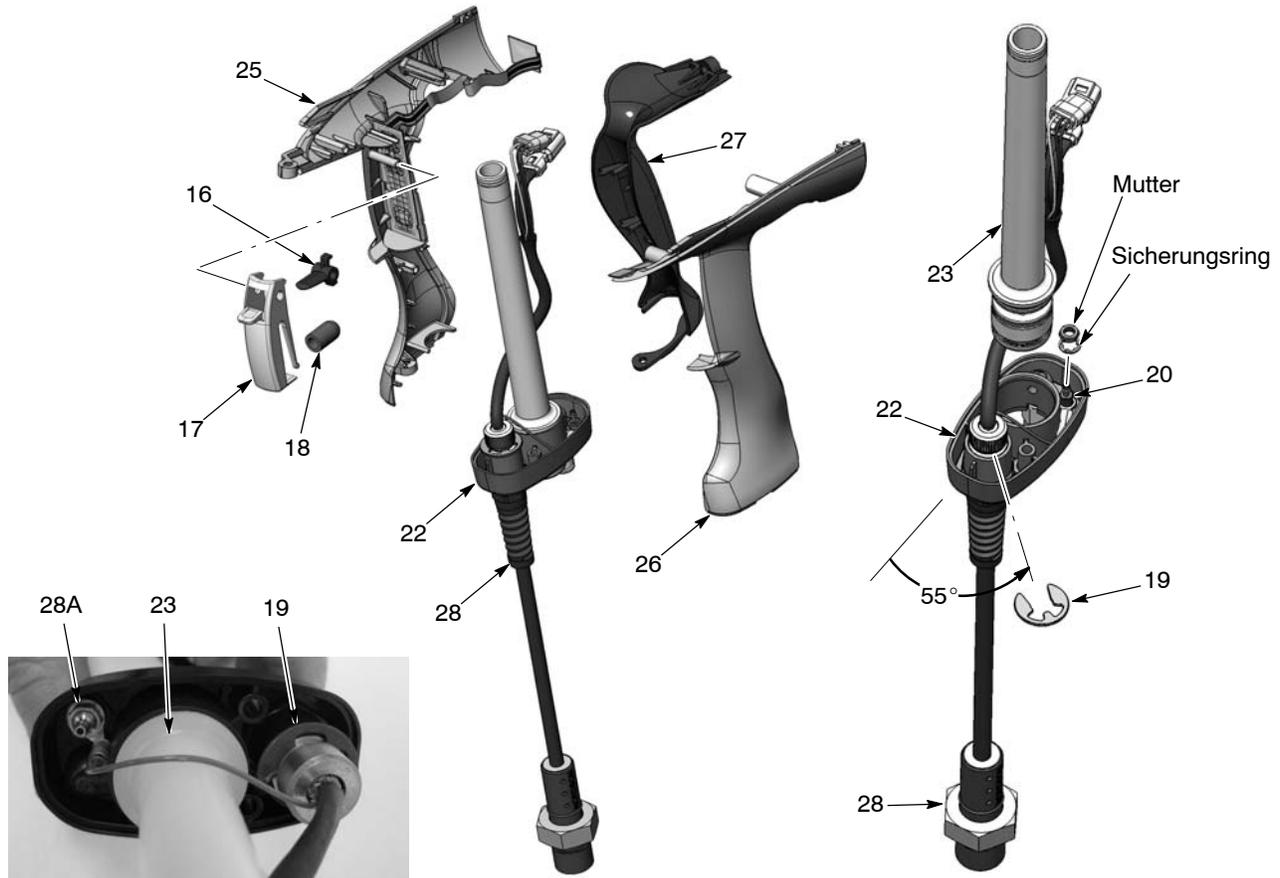

Abb. 5-9 Pistole fertig zerlegen
12. Siehe Abbildung 5-9. Rechten und linken Griff trennen (25, 26).
14. Pulvereingangrohr (23) mit einer leichten Drehbewegung von der Basis abnehmen.
15. Mit einem 1/4-Zoll Steckschlüssel die Mutter und den Sicherungsring vom Steckanschluss (20) abnehmen und den geschlossenen Kabelschuh des Erdungsleiters vom Anschluss abnehmen.
16. Vorsichtig den Haltering (19) vom Kabel abnehmen (er kann abspringen und verloren gehen), dann das Kabel (28) von der Basis abnehmen.
1. Siehe Abbildung 5-9. Das Kabel (28) durch die Griffbasis (22) führen und mit dem Haltering (19) an der Basis befestigen. Den Haltering im gezeigten Winkel positionieren.
2. Den Doppelsteckanschluss (20) in der Basis installieren und die Erdungsleiterklemme des Kabels auf den Steckanschluss schieben. Den Sicherungsring mit Innenverzahnung und die Mutter am Anschluss installieren und die Mutter anziehen.
10. Siehe Abbildung 5-9. Das Erdungsstück (27) hinter den Aufnahmelaschen an der Hinterseite der Griffhälften einhaken und das Erdungsstück in seine Position gegen die Griffbaugruppe drehen.